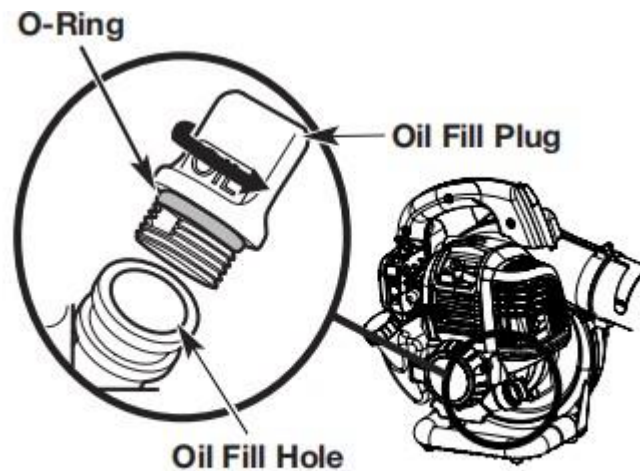

Fig. 4
- Schrauben Sie die Öleinfüllschraube ab (Abb. 4).
- Füllen Sie den gesamten Ölbehälter in die Öleinfüllöffnung (Abb. 4).
**Hinweis: Vergewissern** Sie sich, dass der O-Ring an der Öleinfüllschraube angebracht ist (Abb. 4).